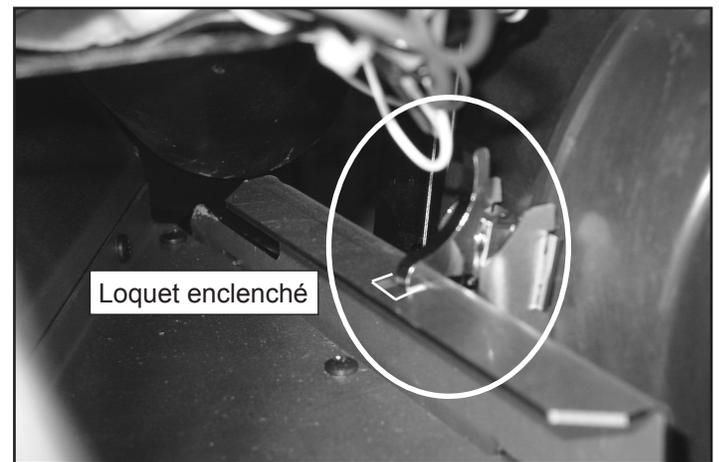

Figure 39.3
10. Lorsque la soufflerie est correctement positionnée, le loquet s'enclenche dans l'encoche afin de maintenir la soufflerie en place. **Figure 39.3.**